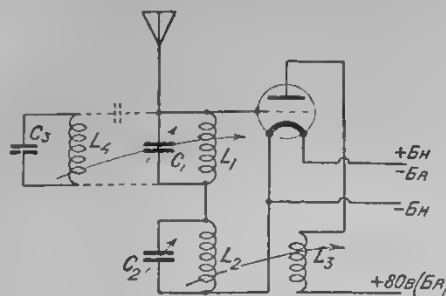
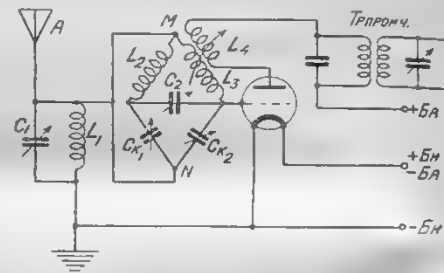
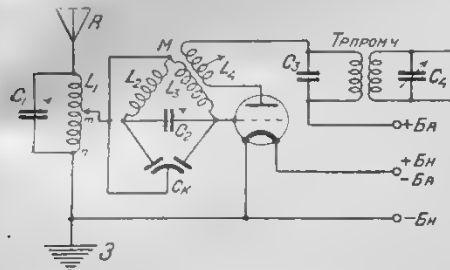

Рис. 2. Предварительная теоретическая схема Стрободипа.
Рис. 3. Сбалансированная схема Стрободипа.
Рис. 5. Окончательная принципиальная схема Стрободина.
Теперь, если мы перейдем из области оптики в область электромагнитных колебаний, то мы можем составить схему, в которой будут происходить явления, вполне аналогичные описанному выше «стробоскопическому эффекту». На рис. 2 представлена такая схема. L_1C_1 — приемный контур, связанный индуктивно или электростатически с настроенным контуром промежуточной частоты L_2C_2 . Контур L_2C_2 с обратной связью L_3 , включенный, как и приемный контур L_1C_1 , в цепь сетки лампы, представляет собою контур, в котором возбуждаются местные колебания. Представим себе теперь, что приемный контур L_1C_1 получает извне от антенны или рамки электромагнитные колебания, частота которых равна 1.000.000 периодов в секунду, а контур L_2C_2 (в связи с катушкой обратной связи L_3) производит колебания частотой в 1.050.000 периодов в секунду. Таким образом, 1.050.000 раз в секунду сетка лампы будет получать от генерирующего контура L_2C_2 положительный заряд и 1.050.000 раз — отрицательный.
Такова теоретическая схема Стрободипа. Однако, если мы задумаем практически осуществить схему (рис. 2), то пришлось бы столкнуться с целым рядом весьма серьезных затруднений. Оказалось бы, что при некоторых положениях переменного конденсатора C_1 колебания в генерирующем контуре прерывались бы и вообще настройка одного контура (L_1C_1) изменялась бы настройкой другого (L_2C_2) и наоборот. Это явление происходило бы потому, что в цепь сетки лампы включены два контура, имеющие частоты, мало различающиеся друг от друга. Обратимся к другой схеме, в которой указанные недостатки могут быть устранены (рис. 3). В этой схеме мы поместим местами генерирующий контур с приемным контуром. От этого суть дела, конечно, не изменится. Катушку генерирующего контура L_2C_2 (рис. 2) мы разделим на две равные части (L_2L_3 , рис. 3). Точка M будет средней точкой катушки L_2L_3 . Если мы эту среднюю точку (M) соединим со «средней точкой» переменного конденсатора C_2 (рис. 3), то получим род мостика Уитстона, который будет так сбалансирован, что колебания, приложенные к точкам M, N, не будут оказывать влияния на частоту колебаний, возникающих вследствие воздействия катушки обратной связи L_4 в контуре L_4C_4 . Ясно, что искать «среднюю точку» где-то в диэлектрике конденсатора C_2 неудобно, а быть может даже и невозможно. Поэтому эту
изолированных друг от друга пластинок, одна из них имеет возможность передвижения между двумя другими, в середине которых она помещается. Схематически это изображено на рис. 4. Легко понять, что, приблизив среднюю пластинку (C) к верхней (A), мы тем самым увеличим емкость между пластиной C и A (допустим, что это будет наш конденсатор C_{k1} , рис. 4) и одновременно уменьшим емкость между пластинами C и B (конденсатор C_{k2}). Иными словами, мы продадем ту регулировку, которая необходима для сбалансирования мостика $L_2L_3C_2C_{k1}C_{k2}$ (рис. 5). О практическом осуществлении такого конденсатора
Какие же условия необходимы для правильной работы схемы? Мы знаем, что частота периода, когда сетка подается отрицательным зарядом, зависит от частоты генерирующего контура $L_2L_3C_2$ (рис. 2) и от индуктивного потенциала, прием приходящих колебаний прерывается, так как большая часть этих колебаний замыкается на контуре L_1C_1 , благодаря влиянию пространства нить — сетка. Поэтому для того, чтобы сетка была лишь при довольно зна-
Если мы практически осуществим схему, показанную на рис. 3, то мы увидим, что при большой чувствительности пастроика будет довольно тупой (особенно конденсатором C_2). Это объясняется тем обстоятельством, что во время приема контур L_1C_1 половину времени не работает и благодаря этому в нем создается весьма большое затухание, которое вредно отзывается на остроте пастроики. Нужно, значит, найти способ уменьшить затухание контура L_1C_1 . Для этого колебания подводится к сетке лампы не от всего контура L_1C_1 , а от его части, так, как это указано на рис. 5. Чем меньше витков будет в части m и n (рис. 5), тем меньше будет затухание контура L_1C_1 . Но возникает следующий вопрос: L_1C_1 — приемный колебательный контур (например, рамка с присоединенным к ней параллельно конденсатором); на концах катушки L_1 имеется известная разность потенциалов, образовавшаяся вследствие прохождения в контуре L_1C_1 токов высокой частоты; если мы подведем колебания к сетке лампы не от всей катушки L_1 , а только от ее части, мы употребим только часть того напряжения, которое развилось в контуре L_1C_1 при прохождении через него токов высокой частоты. Не будет ли также включение сетки лампы в приемный колебательный контур слишком невыгодным, неэкономичным? Конечно, если бы напряжение, развившееся в колебательном контуре L_1C_1 , имело бы постоянную и не зависящую от электрических свойств контура величину, то нас смогли бы упрекнуть если не в расточительности, то по крайней мере в неспособовении «режима экономии». Но дело в том, что величина напряжения в колебательном контуре зависит в очень большой степени от затухания контура. При уменьшении этого затухания величина напряжения возрастает и может случиться, что напряжение, подведенное к сетке лампы в случае n (рис. 5), будет больше, чем величина того напряжения, что подается на сетку лампы в случае m (рис. 5). Это рассуждение получает подтвер-
Схему рис. 5 можно считать окончательной принципиальной схемой Стрободина.